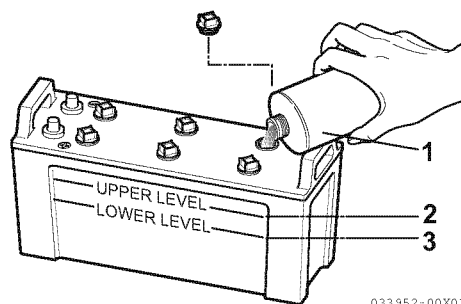

Figure 5
1. Retirez le bouchon du port de remplissage d'huile jaune (1, **Figure 5** à la page 28). Retirez les bouchons de purge (les deux à droite et à gauche) de la partie inférieure du carter d'huile et purgez l'huile pour moteur.
4. Si le niveau est inférieur au minimum, remplissez à niveau (3, **Figure 5**), remplissez avec de l'eau distillée (1, **Figure 5**) (disponible dans les épiceries) jusqu'à la limite supérieure (2, **Figure 5**) de la batterie.